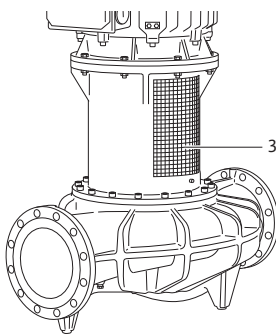

Fig. 38: Monterad kopplingskyddsplåt
- Pumpen får endast användas med monterade kopplingskyddsplåtar (fig. 38, pos. 3).